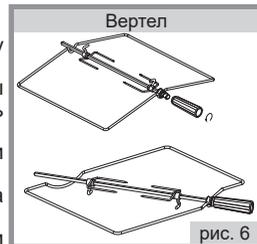

рис. 6
■ В зависимости от комфортности электрошкафы могут комплектоваться вертелом различной конструкции со съемной рукояткой (рис.6). При установке и извлечении использовать рукоятку, которая накручивается на резьбовую втулку.